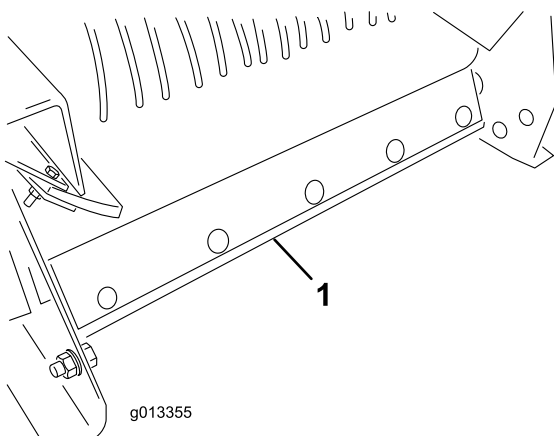

Figura 59
6. Îndepărtați ansamblul screperului de curățare a benzii din spatele mainii (Figura 59).